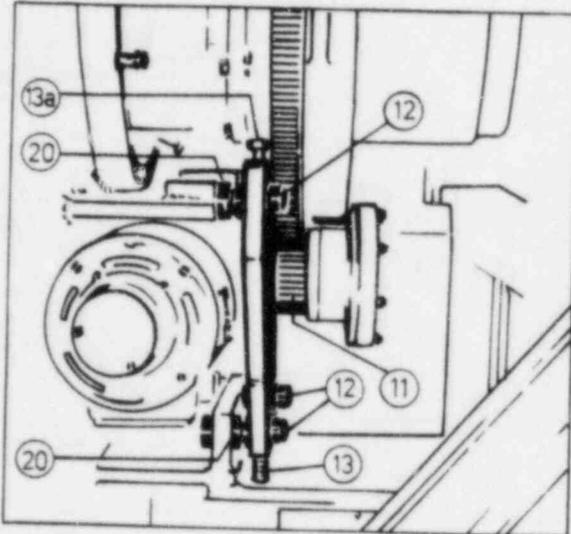

Fig. 30
Schrauben (20) durchzuführen (Fig. 30).
screws (20) (fig. 30).